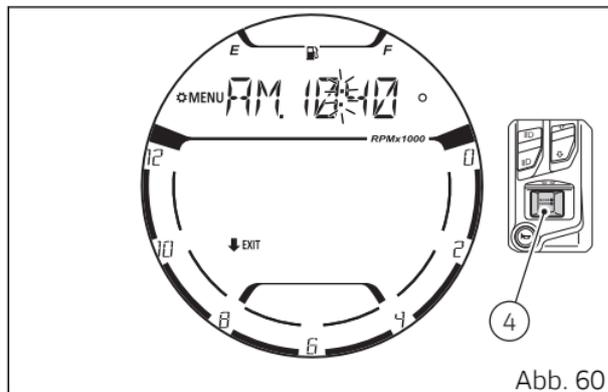

Abb. 60
Durch Drücken der Taste (4) wird die Blinkfunktion der Minuten beendet und der Einstellmodus verlassen. An diesem Punkt wird im Cockpit die soeben eingestellte Uhrzeit (Abb. 60) angezeigt.